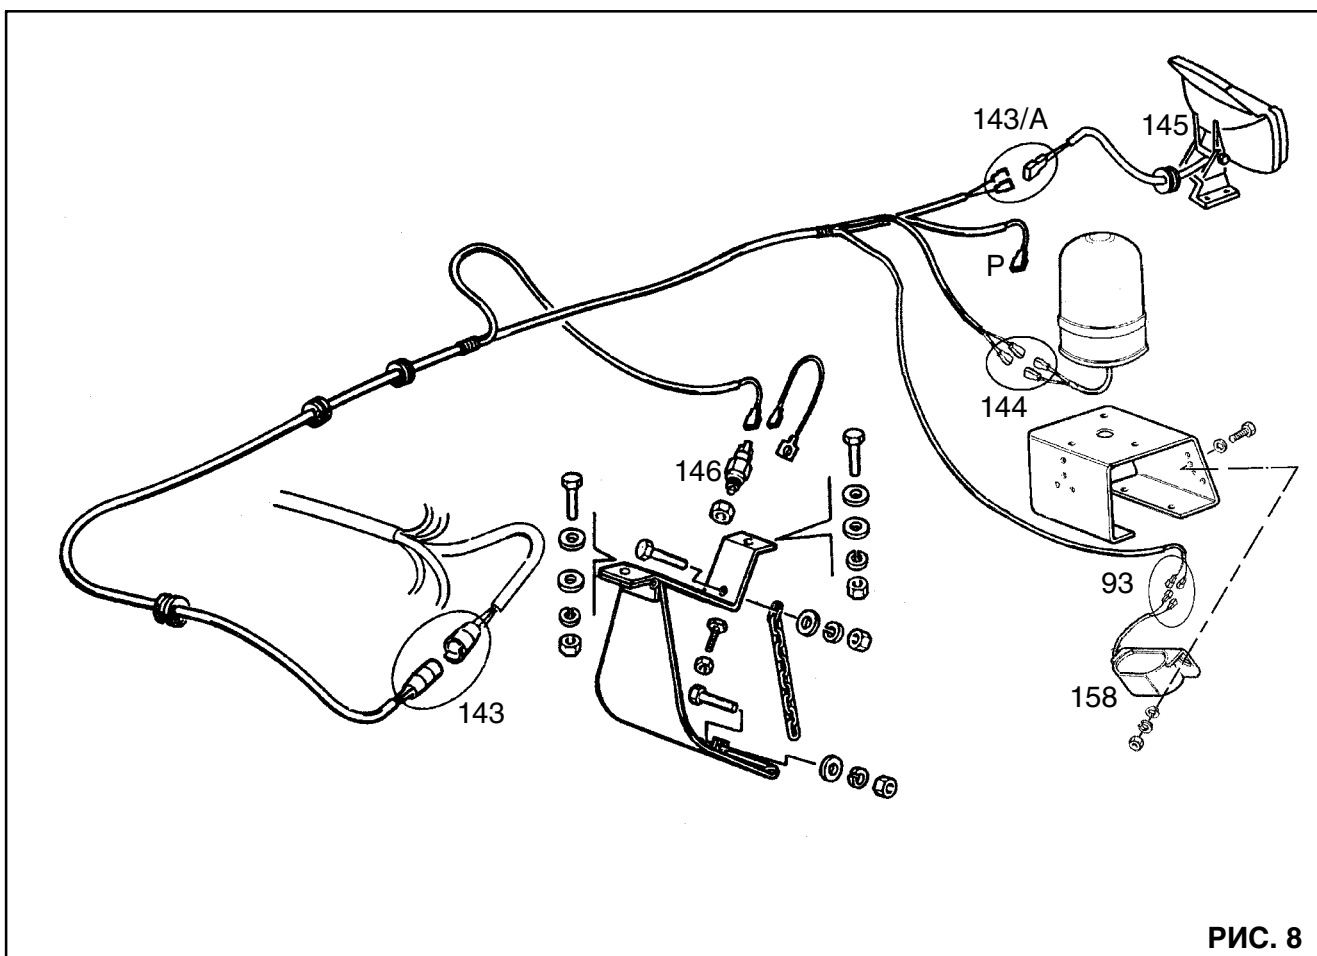

РИС. 8
**ДОПОЛНИТЕЛЬНЫЙ КАБЕЛЬ КОЖУХА КЛАВИШНОГО СОЛОМОТРЯСА - Рис. 8**
- 148. Вспомогательный микровыключатель аварийной сигнализации перегрузки клавишного соломотряса на комбайнах с соломорезкой присоединен к розетке (P) дополнительного кабеля кожуха клавишного соломотряса (Рис. 8)
- P Розетка для подключения вспомогательного микровыключателя клавишного соломотряса при перегрузке (148) к соломорезке